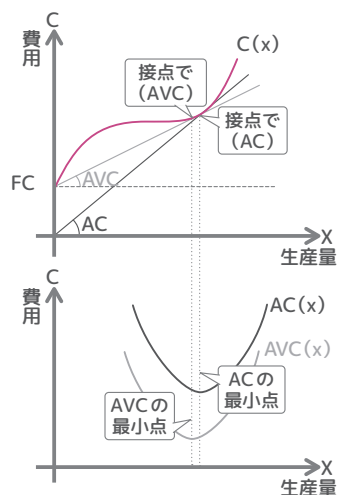
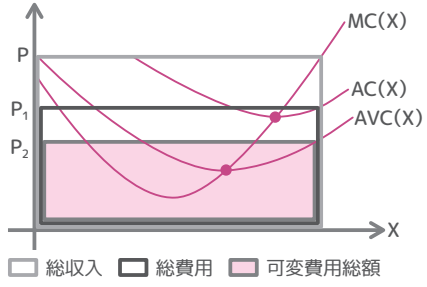

図1-4 AC、AVCのグラフ
図1-6 生産量 $x$ に対する $MC(x)$ 、 $AC(x)$ 、 $AVC(x)$ のグラフ
④式、⑤式より、 $AC(x)$ と $AVC(x)$ のグラフは図1-4の下のグラフのようにそれぞれ下に凸のグラフとして表せます。なお、④式の場合は、下に凸の二次関数 $ax^2 + bx + c$ に反比例の式 $d/x$ を加えた形の式ですので、グラフの形は下に凸となります。(④式とグラフの関係がよくわからない場合は、「二次関数っぽい形のグラフになる」と考えて結構です。)  $AC(x)$ が最小となるのは原点から $C(x)$ に引いた直線が $C(x)$ に接するとき、 $AVC(x)$ が最小となるのは切片から $C(x)$ に引いた直線が $C(x)$ に接するときです。そのため、下に凸のグラフはその点が最小点となります。
利潤最大の条件をグラフにするとどうなるでしょうか。図1-6が、生産量 $x$ に対する $MC(x)$ 、 $AC(x)$ 、 $AVC(x)$ のグラフです。(AC(x)とAVC(x)は図1-4と同じものです。)
このグラフで考えると、企業は $MC(x) = P$ となる生産量だけ生産を行いますので、企業の総収入は $P \times x$ となり図の「総収入」の枠で囲った面積の分となります。また、総費用は $MC(x) = P$ となる $x$ のときの1単位当たりの平均費用(図1-6の $P^1$ )に生産量 $x$ を掛けたもので、図1-6の「総費用」の枠で囲った面積です。同様に可変費用の総額は、図1-6の「可変費用総額」の枠で囲った面積です。
さらに $P$ が小さくなり、 $MC(x) = P$ となる生産量が $AVC$ よりも小さくなった場合はどうでしょうか。図1-6で考えると、このときは総収入が可変費用総額を下回ることになります。このとき、固定費用はもちろん可変費用すら回収できなくなるので、企業は生産するだけ赤字が拡大することになり、操業を止めた方が得になります。そのため、 $MC$ と $AVC$ の交点は操業をするかどうかの分かれ目、つまり**操業停止点**となります。なお、価格と企業の製品の供給量を表した**供給曲線**はこの限界費用曲線の右上がりの部分のうち、操業停止点より価格が上の部分を簡略化して表現したもので、製品の価格が上げれば企業は生産量を増やすといった関係を示すことができます。